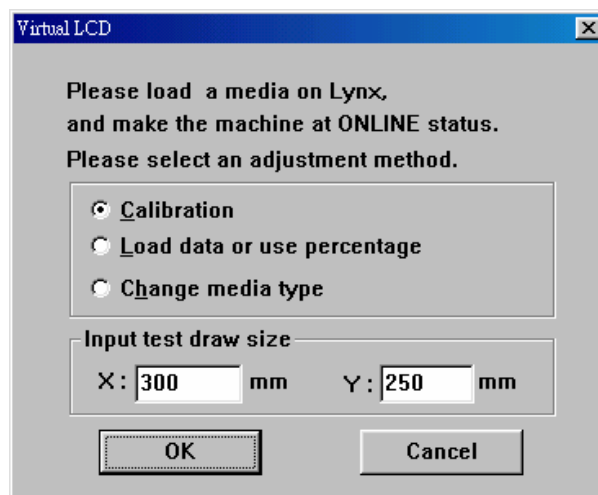

Abb. 4-2
2. Wählen Sie Calibration, und klicken Sie OK, um das Schneideergebnis zu sehen (siehe Abb. 4-2)
2. Wählen Sie Percentage oder Load Data (siehe Abb. 4-2)